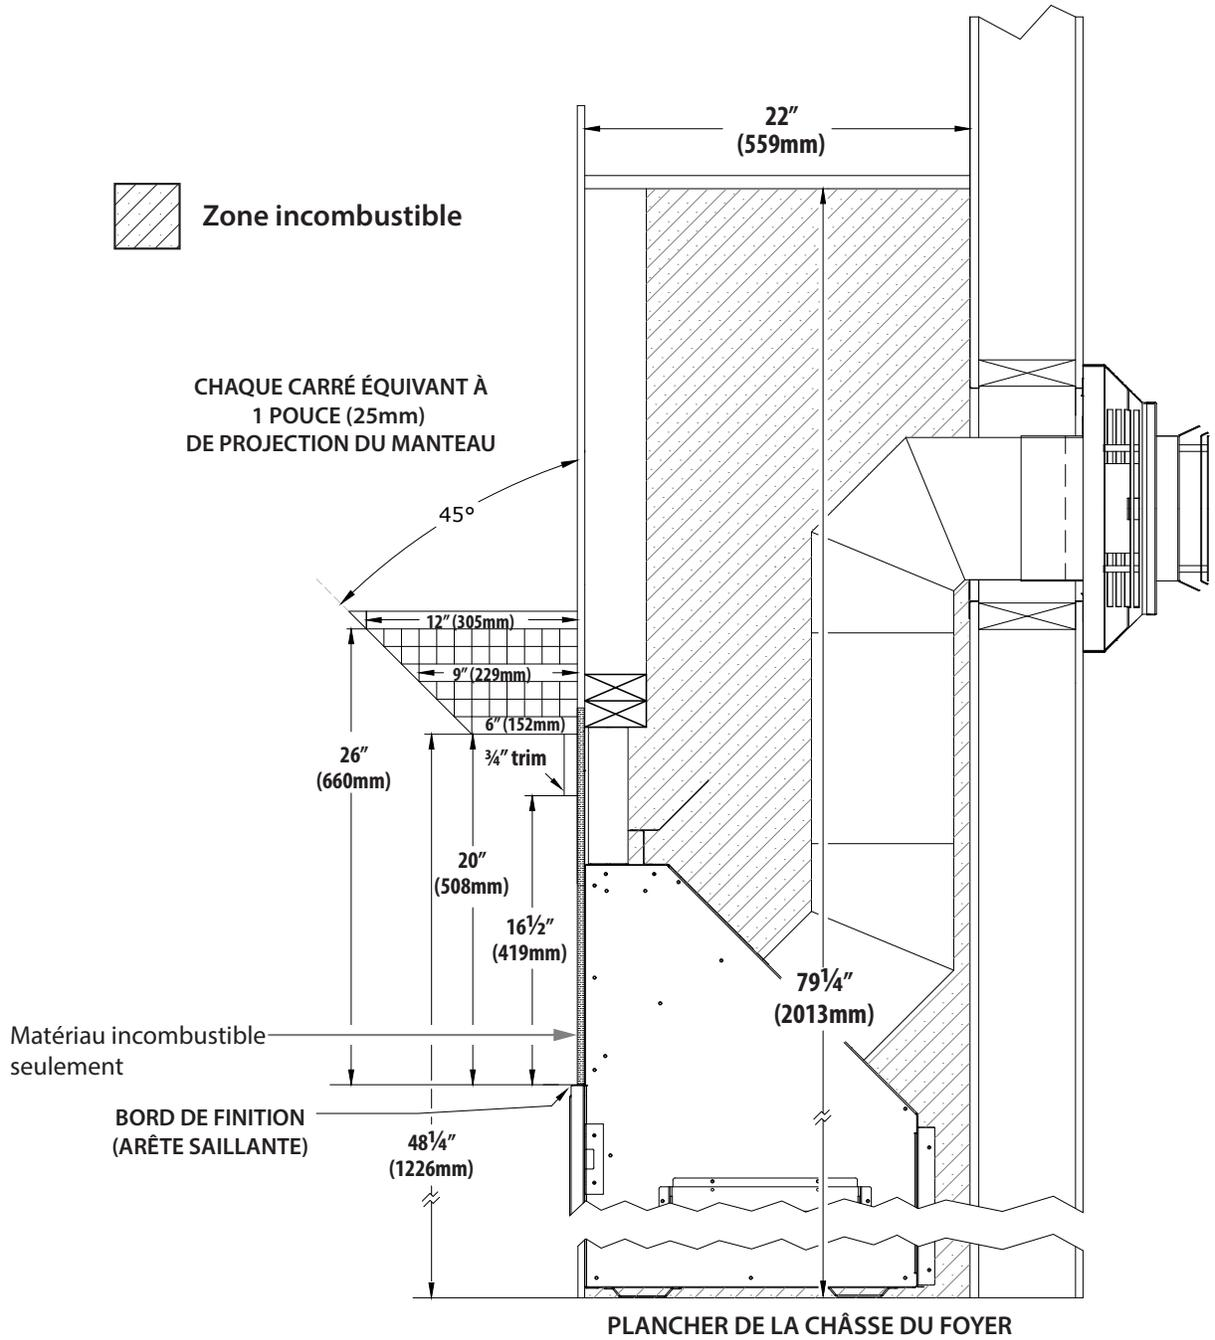

Figure 4.1, Exigences du manteau combustible
- Profondeur du manteau combustible - Comme la Figure 4.1 l'indique, la bordure de finition de 3/4 po (19 mm) peut commencer à 16-1/2 po (419 mm) au-dessus du bord de finition du foyer avec un manteau de 6 po (152 mm) commençant à 20 po (508 mm) au-dessus du bord de finition. La profondeur du manteau peut augmenter de 1 po (25 mm) pour chaque 1 po (25 mm) de hauteur additionnelle, à partir d'un manteau de 6 po (152 mm).